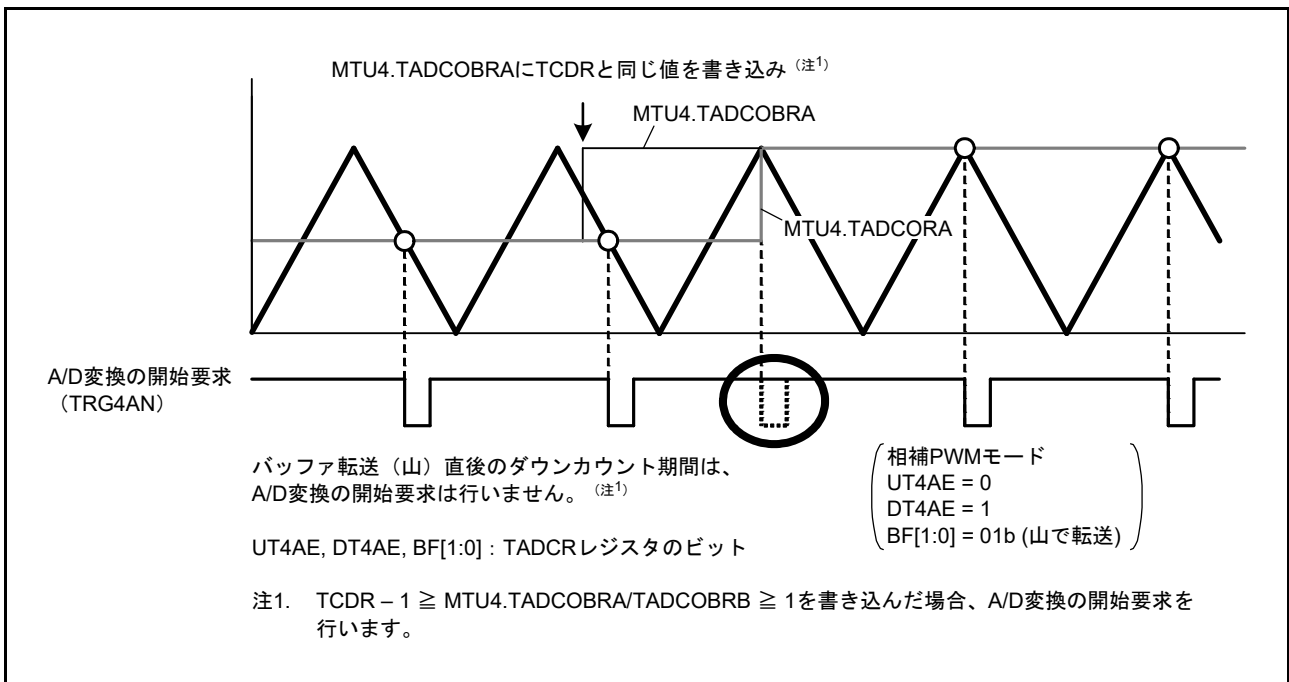

図 22.153 MTU4.TADCOBRA に TCDR と同じ値を書き込んだときの A/D 変換の開始要求 (MTU4)
- MTU4.TADCOBRA、MTU4.TADCOBRB (MTU7.TADCOBRA, MTU7.TADCOBRB) レジスタに TCDR レジスタと同じ値、かつ、MTU4.TADCR (MTU7.TADCR) レジスタの DT4AE、DT4BE (DT7AE, DT7BE) ビットに“1”を設定して、MTU4.TCNT (MTU7.TCNT) カウンタの山でバッファ転送したとき、転送直後のダウンカウント期間については A/D 変換の開始要求を行いません (図 22.153)。